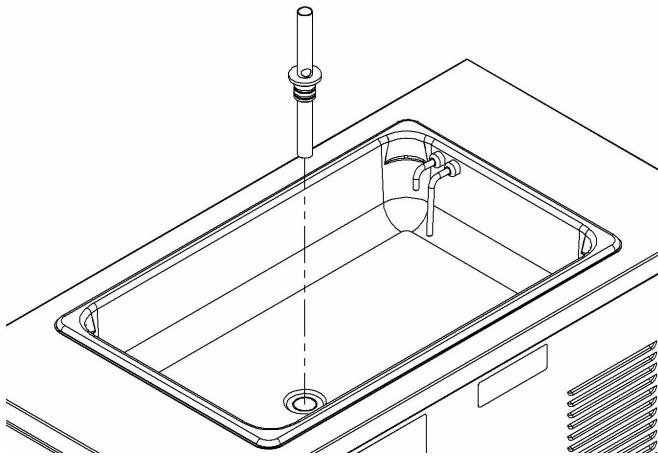

Figure 3-2 Régulateur d'Arrivée de Mélange
- B. Si vous utilisez un mélange pour milkshake, placez le régulateur d'entrée du mélange dans la trémie (voir figure 3-2). Si vous utilisez un mélange pour du granité, le régulateur d'entrée du mélange est inutile.